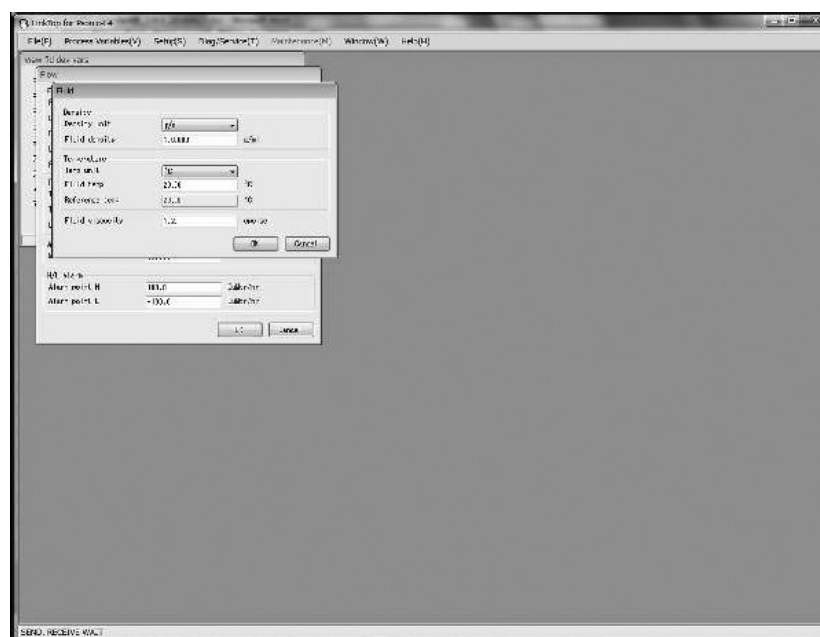

図3-81
① 「Cascade」 選択時は、図3-81 のように重ねて表示します。